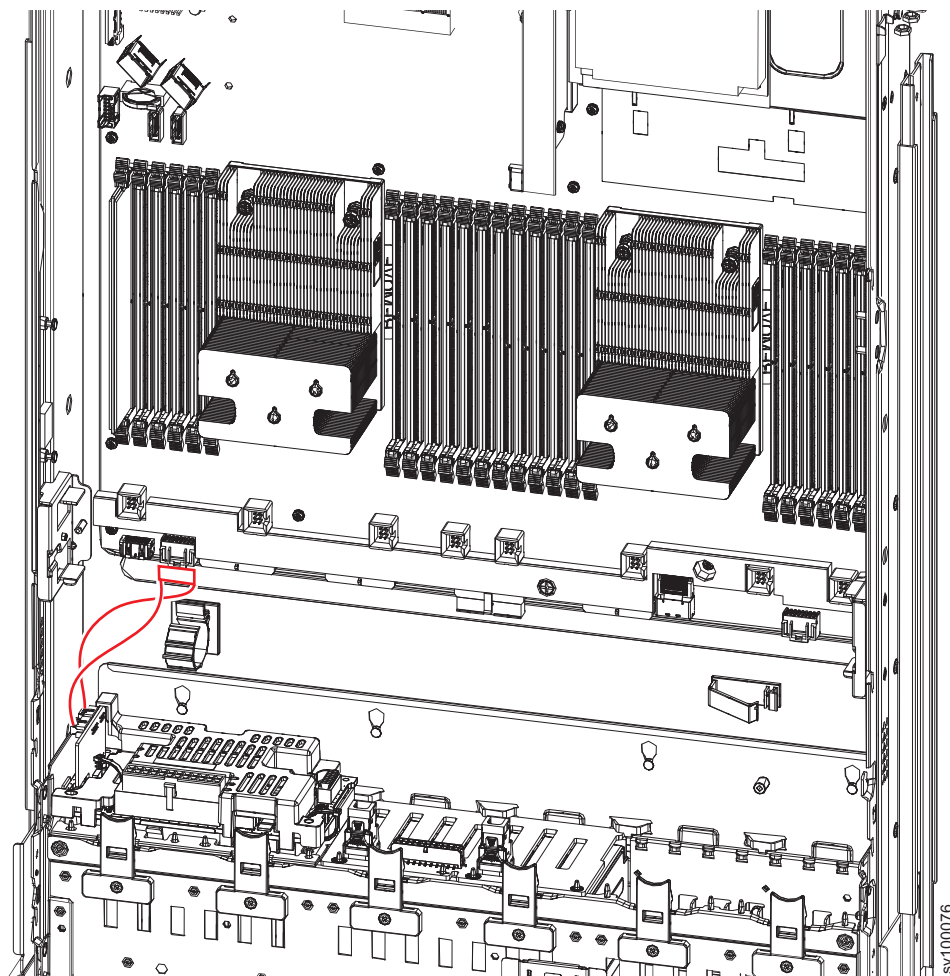

図 110. 2145-SV1 バッテリー・バックプレーン電源センス・ケーブル
3. 必要に応じて、135 ページの図 110 に示すように、バッテリー・バックプレーン電源センス・ケーブルをメイン・ボードに接続します。
4. 図 110 に示すように、バッテリー・バックプレーン電源センス・ケーブルをバッテリー・バックプレーンに接続します。